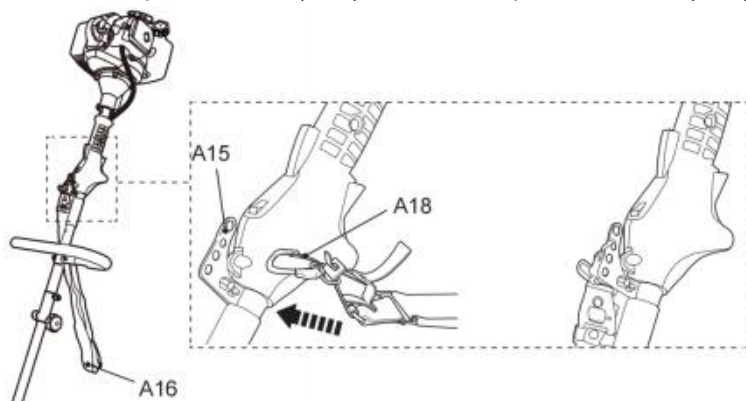

Fig. 32
1. Fixez le clip de fixation (A18) à l'une des quatre boucles (A15) (Fig. 32).